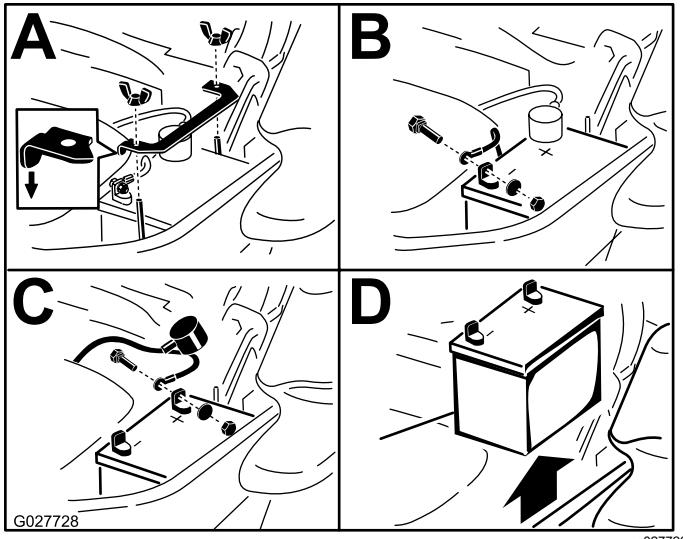

Figure 66
- Retirez la batterie, comme montré à la Figure 66.